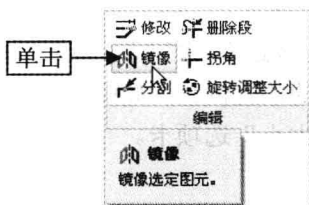

图 3-15 单击“镜像”按钮
Step 03 在绘图区选择所有的图形对象，单击“编辑”面板中的“镜像”按钮，如图 3-15 所示。